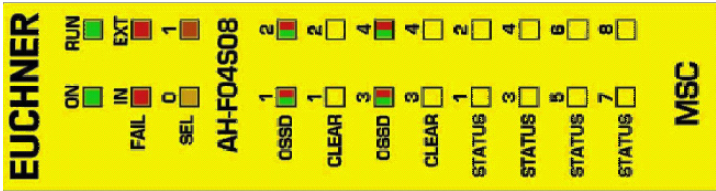

Fig. 44 :
8.4.14. Module AH-F04S08 (Fig. 44)